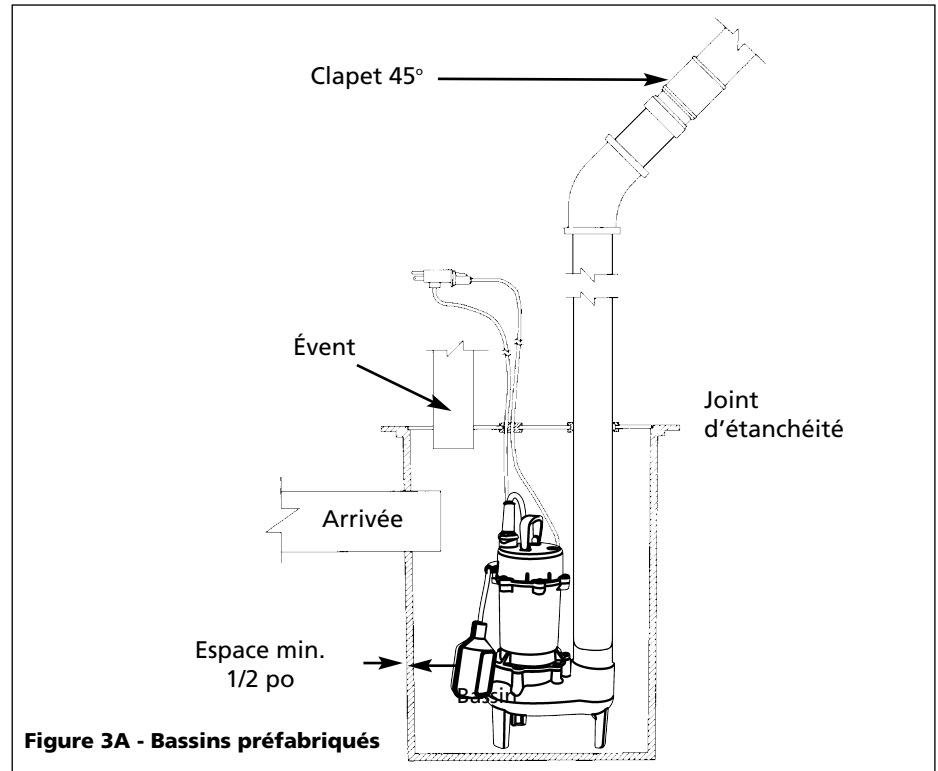

Figure 3A - Bassins préfabriqués
6. Cette RPP50 pompe a un interrupteur à long détachable avec une fiche superposée (Voir figure 3A). La longueur de cordon (distance du cordon du flotteur à la pince) ne devrait pas être ajustée moins que 8,26 cm (3-